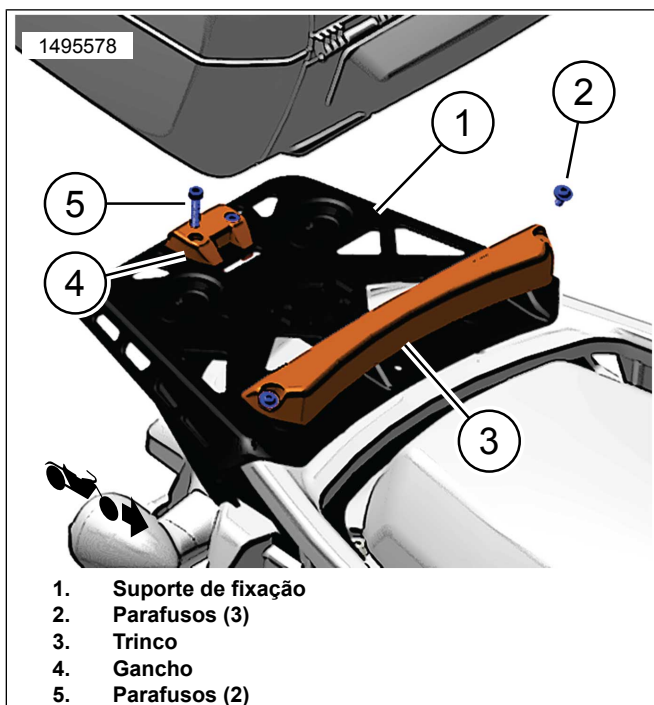
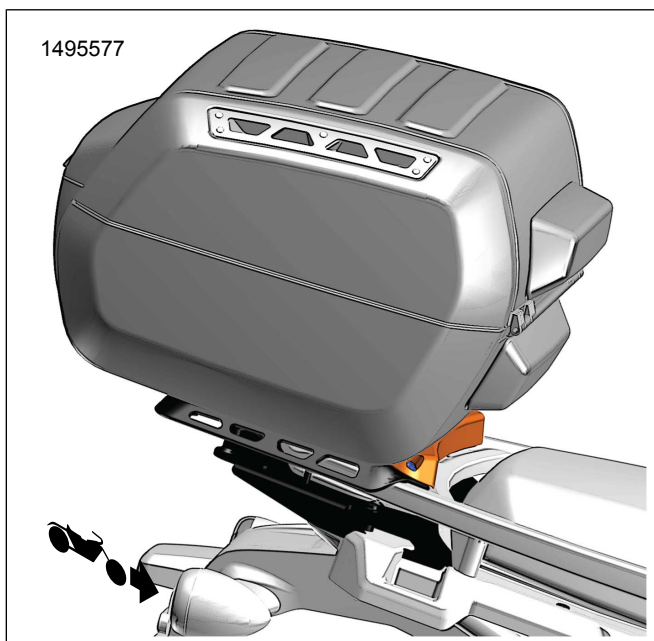

Figura 13. Kit de Montagem (53000812)
Figura 14. Instalação da caixa superior
1. Figura 13 Instalar o kit de montagem no suporte de montagem.
- a. Instalar o trinco (3) com três parafusos (2) na parte dianteira do suporte de montagem (1). Aperte.
3. Ver Figura 13 e Figura 14 . Fazer deslizar a caixa superior em direção ao trinco dianteiro (3), abanando-a para baixo, até que fique encaixada no gancho traseiro (4).